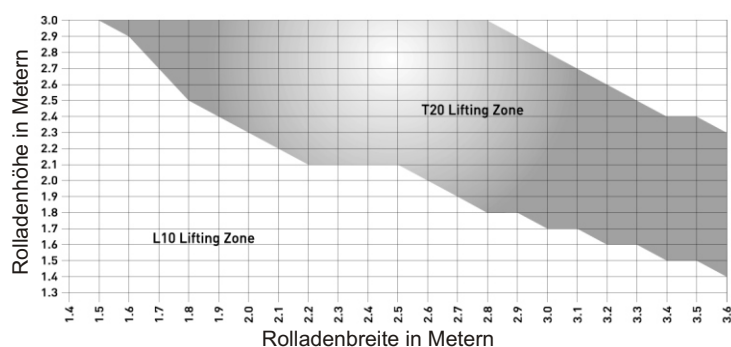

Abbildung 3
**Stellen Sie anhand der Zugkrafttabelle sicher, dass der Motor stark genug für die gewählte Aufgabe ist (Abb. 3)**